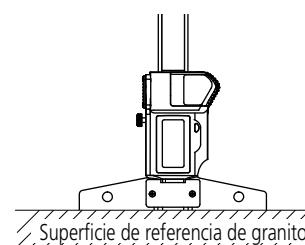

Fig. 3
4. Configure el punto de origen en una superficie con planitud garantizada, como una superficie de referencia. (**Fig. 3**)